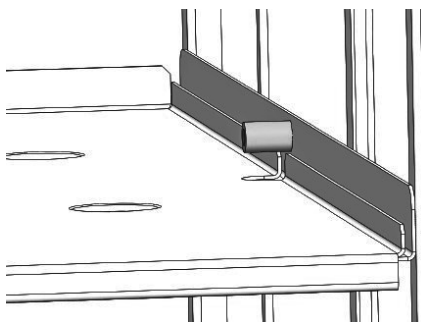
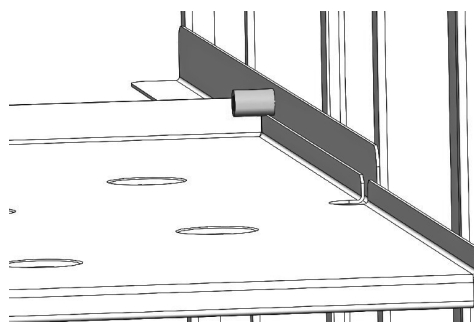

Рис.2
Рис.3
4.9. Для удобства процесса загрузки/разгрузки витрины, полки выполнены с фиксатором и имеют возможность выдвигаться на половину своей длины (рис.3). Для того, чтобы извлечь полку из витрины, необходимо в полностью задвинутом положении полки (рис.2) поднять её вверх. При этом ограничивающий ролик на решетке пройдет через паз в полке.